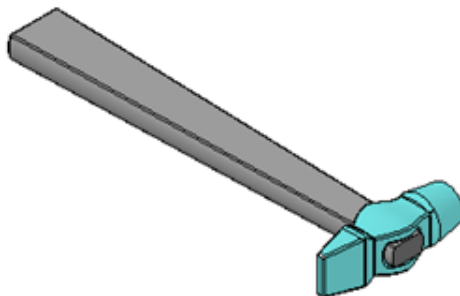

Рис. 11.25. Готовая деталь
23. Выберите команду **Операция по сечениям** , укажите оба эскиза. В итоге получим ручку. Скруглите боковые ребра и ребра торца ручки радиусом **1 мм** (рис. 11.25). Выйдите из режима создания детали в контексте сборки, отжав кнопку **Редактировать на месте** . Сохраните файл.